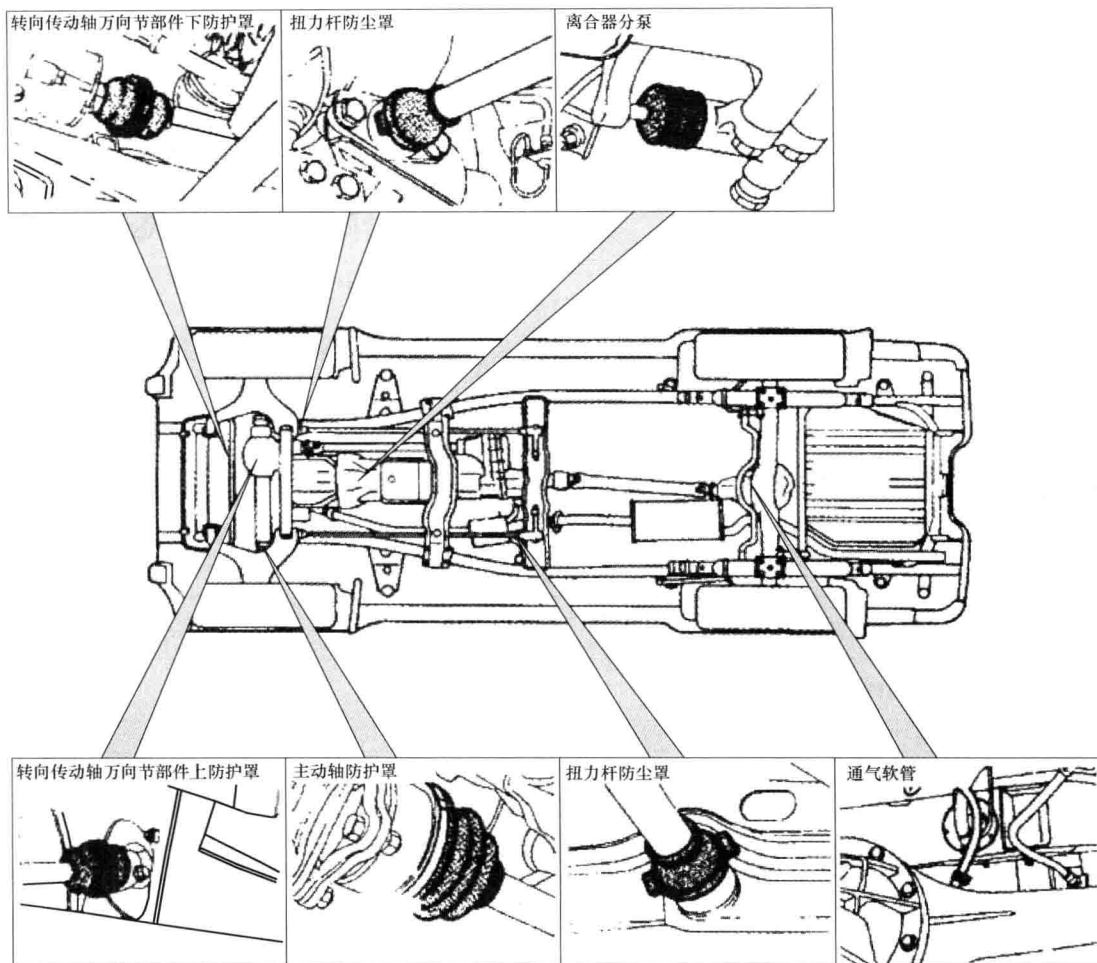

图 1-5 涉水前检查点
1) 检查点如图 1-5 所示, 检查防尘罩和通气管有无缝隙或损坏。如发现裂纹或损坏, 更换之。